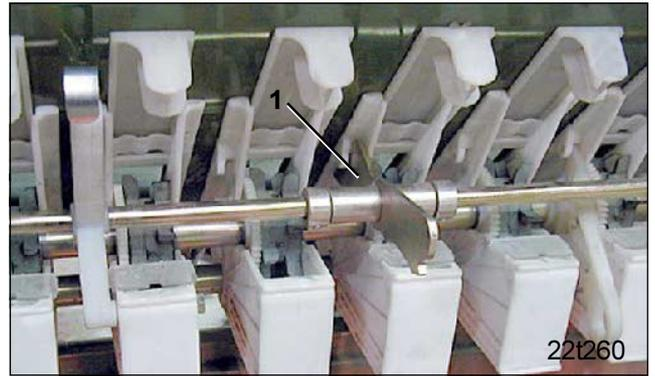

Fig. 1.8
- Die Axialbegrenzung (Fig. 1.8/1) der Vorgelegewelle greift in eine Aussparung im Sägehäuse und wird beim Abklappen der Vorgelegewelle aus der Aussparung herausgezogen.